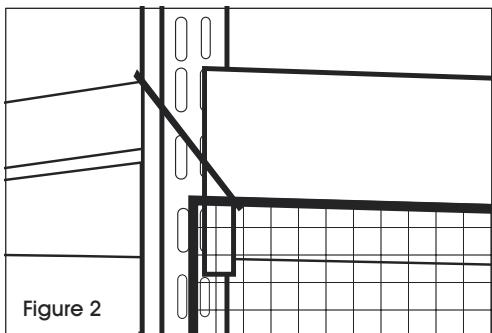

Figure 2
2. Secure the corner of the pallet rack netting with a cable tie. (See Figure 2)
2. Fixez le coin du filet de support à palette avec un attache-câble. (Voir Figure 2)